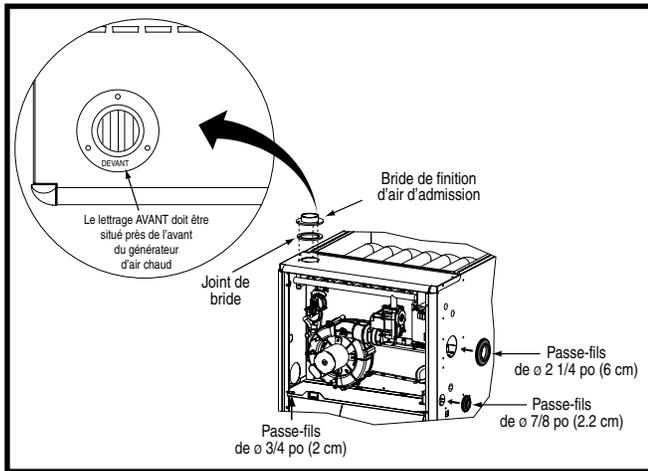
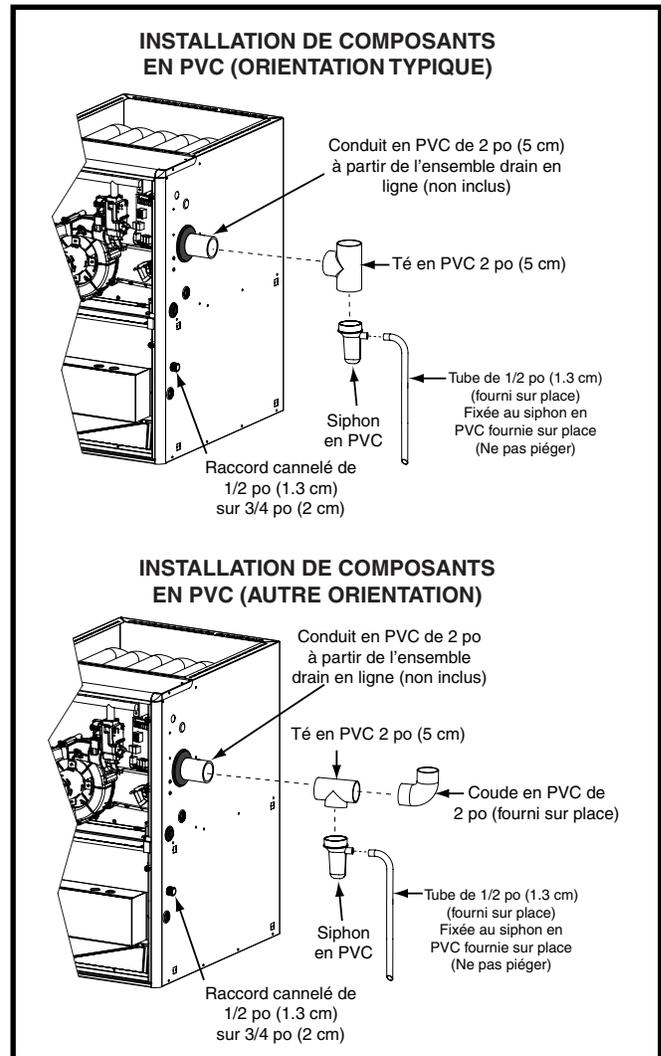

Figure 16. Bride de finition et passe-fils en caoutchouc
Figure 17. Composants en PVC
Les composants illustrés à la Figure 16 (page 18) et à la Figure 17 (page 18) sont inclus dans le sac de pièces supplémentaires fourni avec les générateurs d'air chaud *TE/*TN. Selon le type d'installation, certains de ces composants sont facultatifs et peuvent ne pas être utilisés. Veuillez vous reporter aux descriptions et aux figures d'accompagnement pour installer ces éléments.
2. Placer la bride de finition sur le dessus du joint d'étanchéité de bride. **REMARQUE**: S'assurer que la bride est bien orientée de façon à ce que le lettrage AVANT soit situé à proximité de l'avant du générateur d'air chaud, comme indiqué à la Figure 16.
Le passe-fils en caoutchouc de 2 1/4 po (5,7 cm) est utilisé pour assurer l'étanchéité de l'ouverture entre l'armoire du générateur d'air chaud et le conduit d'événement en PVC de 2 po (5 cm). Il faut installer le passe-fils en caoutchouc dans le trou de 3 po (7,6 cm) avant de sortir le conduit d'événement de l'armoire. Aucun produit d'étanchéité n'est requis. Consulter la Figure 16.
- Le conduit en PVC de 2 po (5 cm) illustré à la Figure 17 n'est pas fourni dans le sac de pièces supplémentaires.
Le té et le siphon en PVC de 2 po (5 cm) sont utilisés lorsque l'inducteur est orienté pour faire sortir l'évent du côté gauche ou du côté droit de l'armoire du générateur d'air chaud. Consulter la Figure 17.
1. Installer le té en PVC à la verticale sur le conduit d'évent de 2 po (5 cm) qui sort par le côté de l'armoire. Coller les deux éléments ensemble de façon permanente au moyen de l'apprêt et de la colle appropriés. Se reporter à l'orientation typique illustrée à la Figure 17.
1. Installer le té en PVC à l'horizontale sur le conduit d'évent de 2 po (5 cm) qui sort par le côté de l'armoire. Coller les deux éléments ensemble de façon permanente au moyen de l'apprêt et de la colle appropriés. Se reporter à l'autre orientation illustrée à la Figure 17.